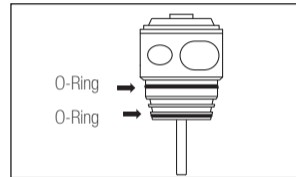

Fig. 10
- Assicurarsi che i due O-Ring (Fig.10) siano correttamente collocati nella cartuccia.